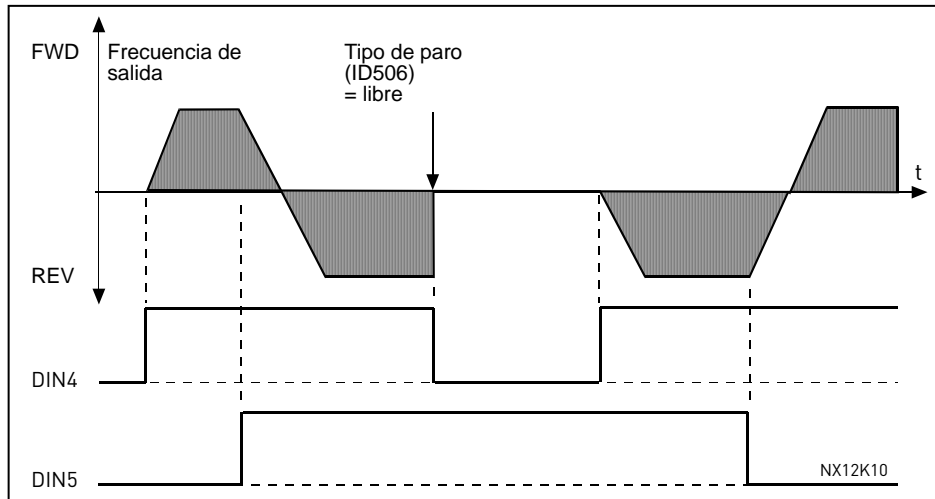

Figura 8-31. Marcha, Paro, Inversión
- ① La primera dirección que se selecciona es la que tiene prioridad.
- ② Cuando se abre el contacto DIN5, empieza a cambiar la dirección.
- ③ Si las señales de Marcha directa (DIN4) y Marcha inversa (DIN5) se activan simultáneamente, la señal de Marcha directa (DIN4) tiene prioridad.
- Véase la Figura 8-31.